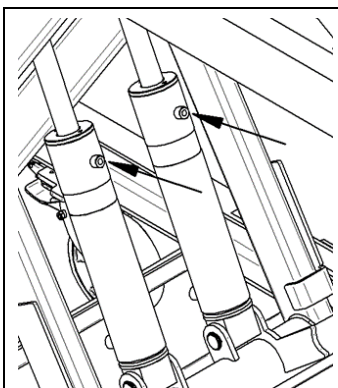

Figura 7-2
3. Afloje ligeramente el tornillo de purga del cilindro (→Figura 7-2).